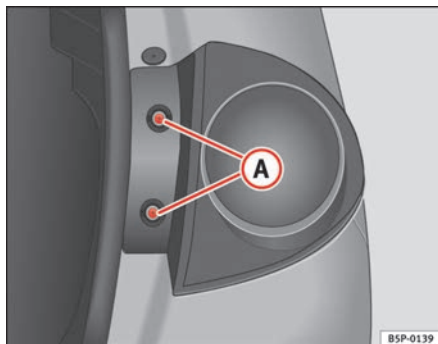

Abb. 190 Standlicht/Bremslicht
- Drehen Sie die Schrauben ⇒ Abb. 190 **A** heraus.